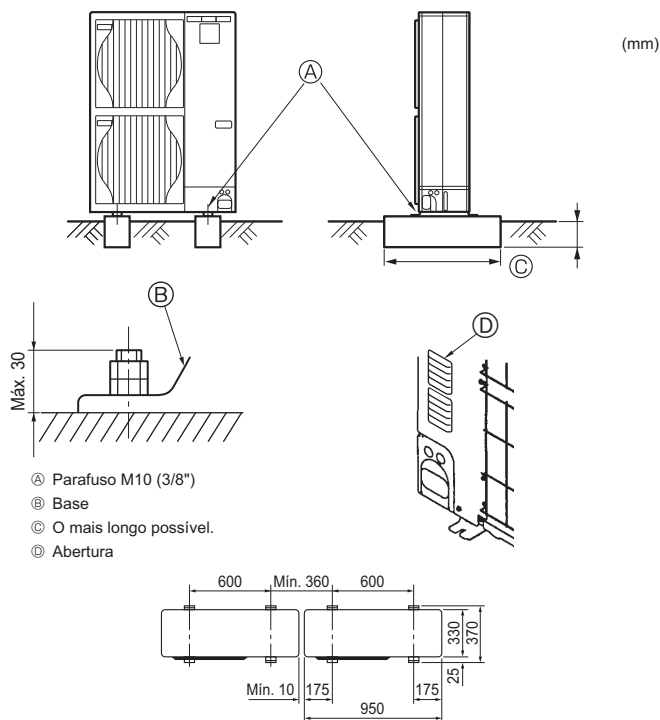

Fig. 4-1
- Certifique-se de instalar a unidade numa superfície firme e nivelada para evitar estrépitos durante a operação. (Fig. 4-1)